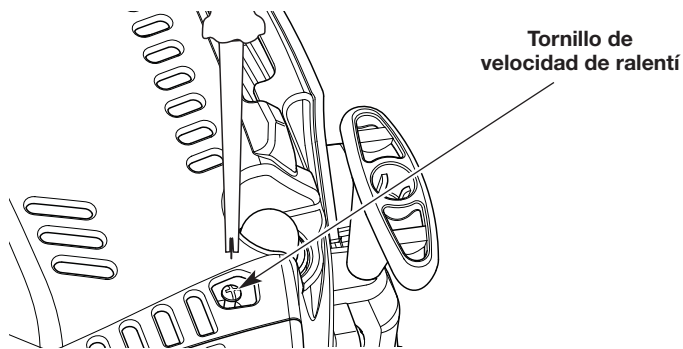

Fig. 16
2. Suelte el control del acelerador y deje que el motor funcione en ralentí. Si el motor se para, use un destornillador Phillips pequeño para girar el tornillo de velocidad de ralentí en el sentido de las agujas del reloj, 1/8 de giro cada vez (según sea necesario) hasta que el motor funciona al ralentí de manera uniforme (Fig. 16).
3. Si el motor funciona al ralentí demasiado rápidamente, gire el tornillo de velocidad de ralentí en el sentido contrario a las agujas del reloj, 1/8 de giro cada vez (según sea necesario) para reducir la velocidad de ralentí (Fig. 16).